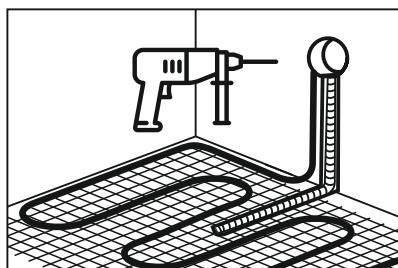

Рис. 4 – Выполнение штроб в стене и полу
- Сделать в стене и в полу штробы и углубления для дальнейшего монтажа датчика температуры пола, монтажных концов нагревательного мата и терморегулятора (рис.4).